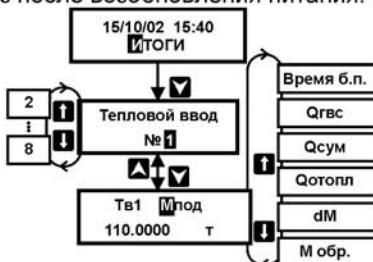

Рисунок 18 – Порядок действий по просмотру информации на дисплее
- Установить кнопками или пункт меню 1-ого уровня ИТОГИ (рисунок 18);